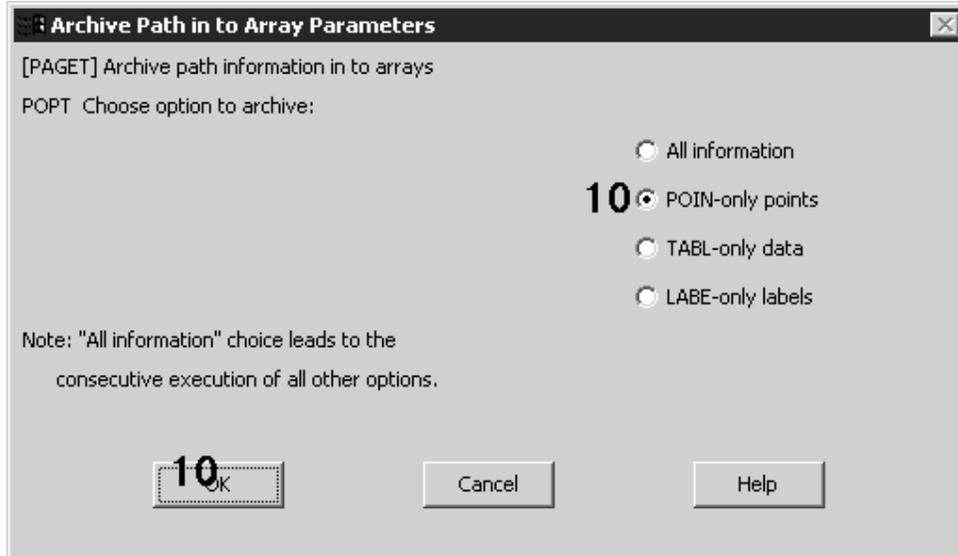

图 12.28 对路径点进行归档
9. 对路径进行存档, 以便后面查看应力分析结果时用。选取菜单路径 Main Menu | General Postproc | Path Operations | Archive Path | Store | Path in array, 将弹出 Archive Path in to Array Parameters (存档路径到一组参数)对话框, 如图 12.28 所示。